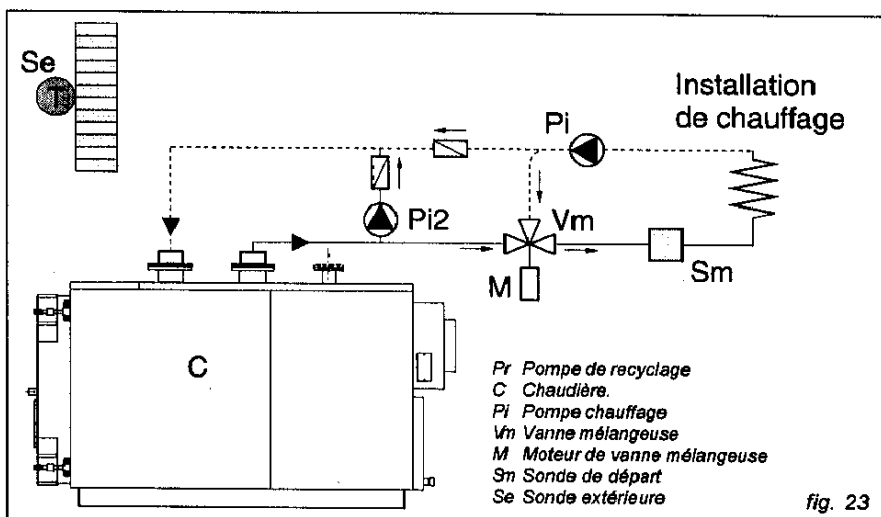

fig. 23
Sur la fig. 23 est indiqué un schéma type d'installation de chauffage avec un circuit mélangé par une vanne motorisée à 3 ou 4 voies, pilotée par une régulation électronique climatique.
N.B.: La pompe de recyclage "Pr" indiquée sur la fig. 23 est obligatoire (voir "RAPPEL DES NORMES D'INSTALLATION" page 3) pour assurer une irrigation correcte permanente du corps de chauffe de la chaudière.